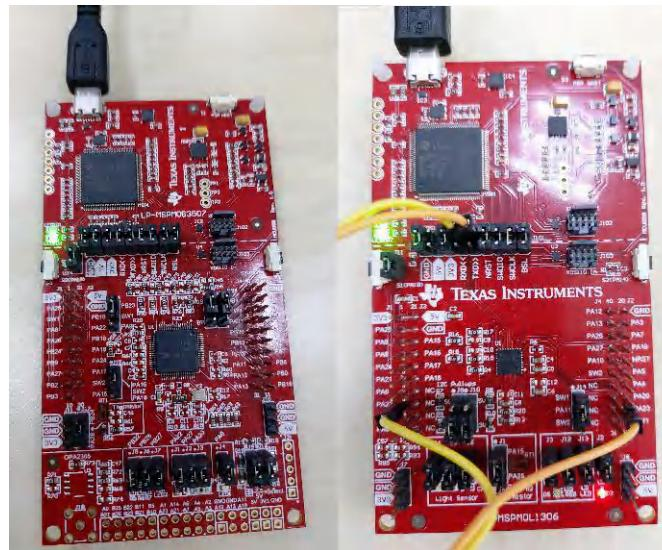

图 4-7. LaunchPad 套件连接 (左 : LP-MSPM0G3507 , 右 : LP-MSPM0L1306 )
- 将目标器件和 XDS110 连接到 PC。使用 LaunchPad 套件中集成的 XDS110 时，请将 Micro USB 电缆连接到 PC，如图 4-7 所示。